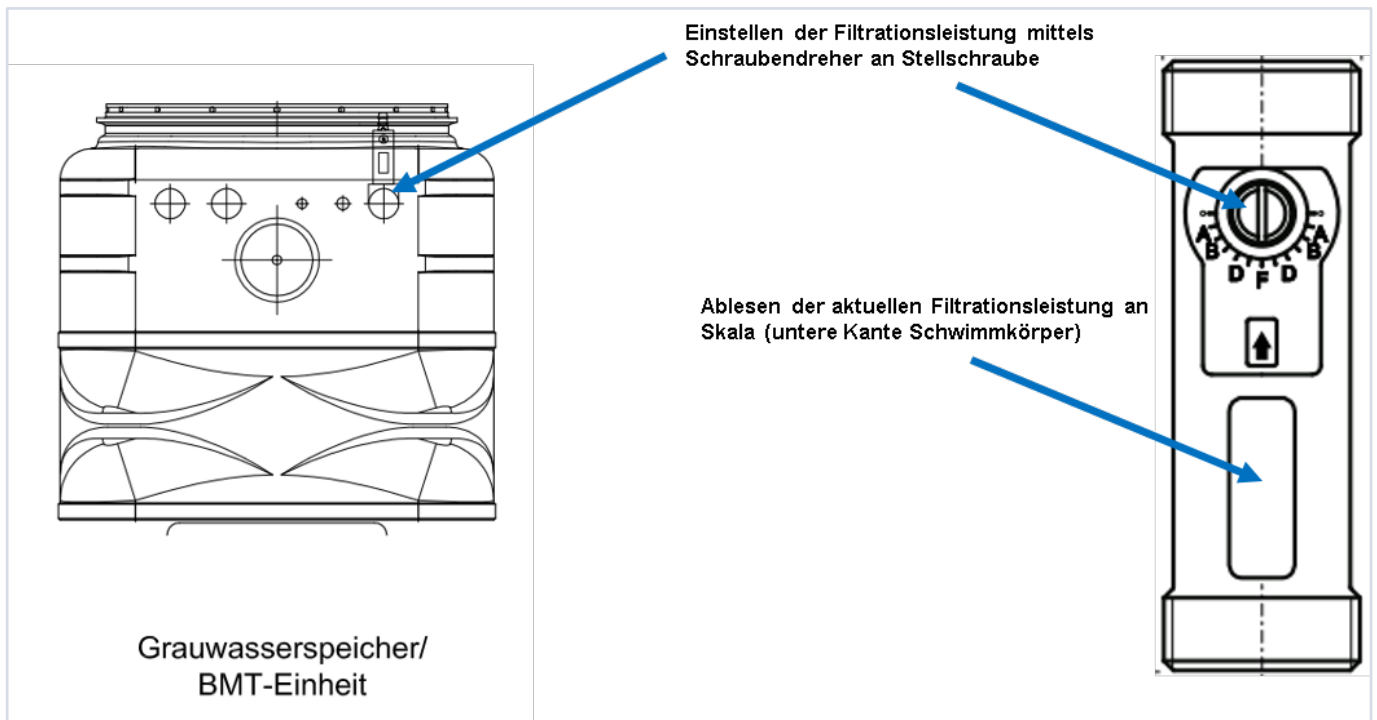

Abbildung 32: Einstellen der Filtrationsleistung am Tacosetter
- ▶ Manuelles Wechseln in den Automatik-Betrieb (Anlagenhauptmodus Automatic) durch Drücken der Funktionstaste (A) an der Steuereinheit (Vgl. separate Anleitung „Bedienungsanleitung GWM -Steuereinheit“).
- ▶ Überprüfen der eingestellten Filtrationsleistung am Tacosetter des Grauwasserspeichers/ BMT-Einheit gemäß dem vorgegebenen maximalen Filtratablauf (Hinweisaufkleber direkt an Tacosetter). Siehe Abbildung 32: Einstellen der Filtrationsleistung am Tacosetter.
- ▶ Gegebenenfalls die Filtratleistung am Tacosetter (siehe Abbildung 32: Einstellen der Filtrationsleistung am Tacosetter) nachjustieren.